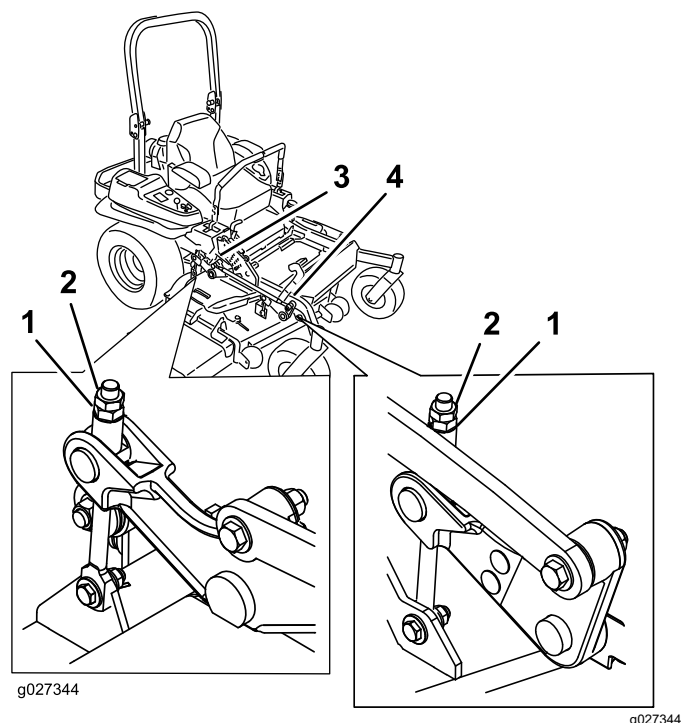

Figure 99
10. Ajustez précisément le serrage de l'écrou de réglage sur l'ensemble de levage du tablier avant (Figure 99).
16. Ajustez précisément la vis de réglage en la tournant jusqu'à obtention d'une hauteur de 8,3 mm (3¼ po) (Figure 99).